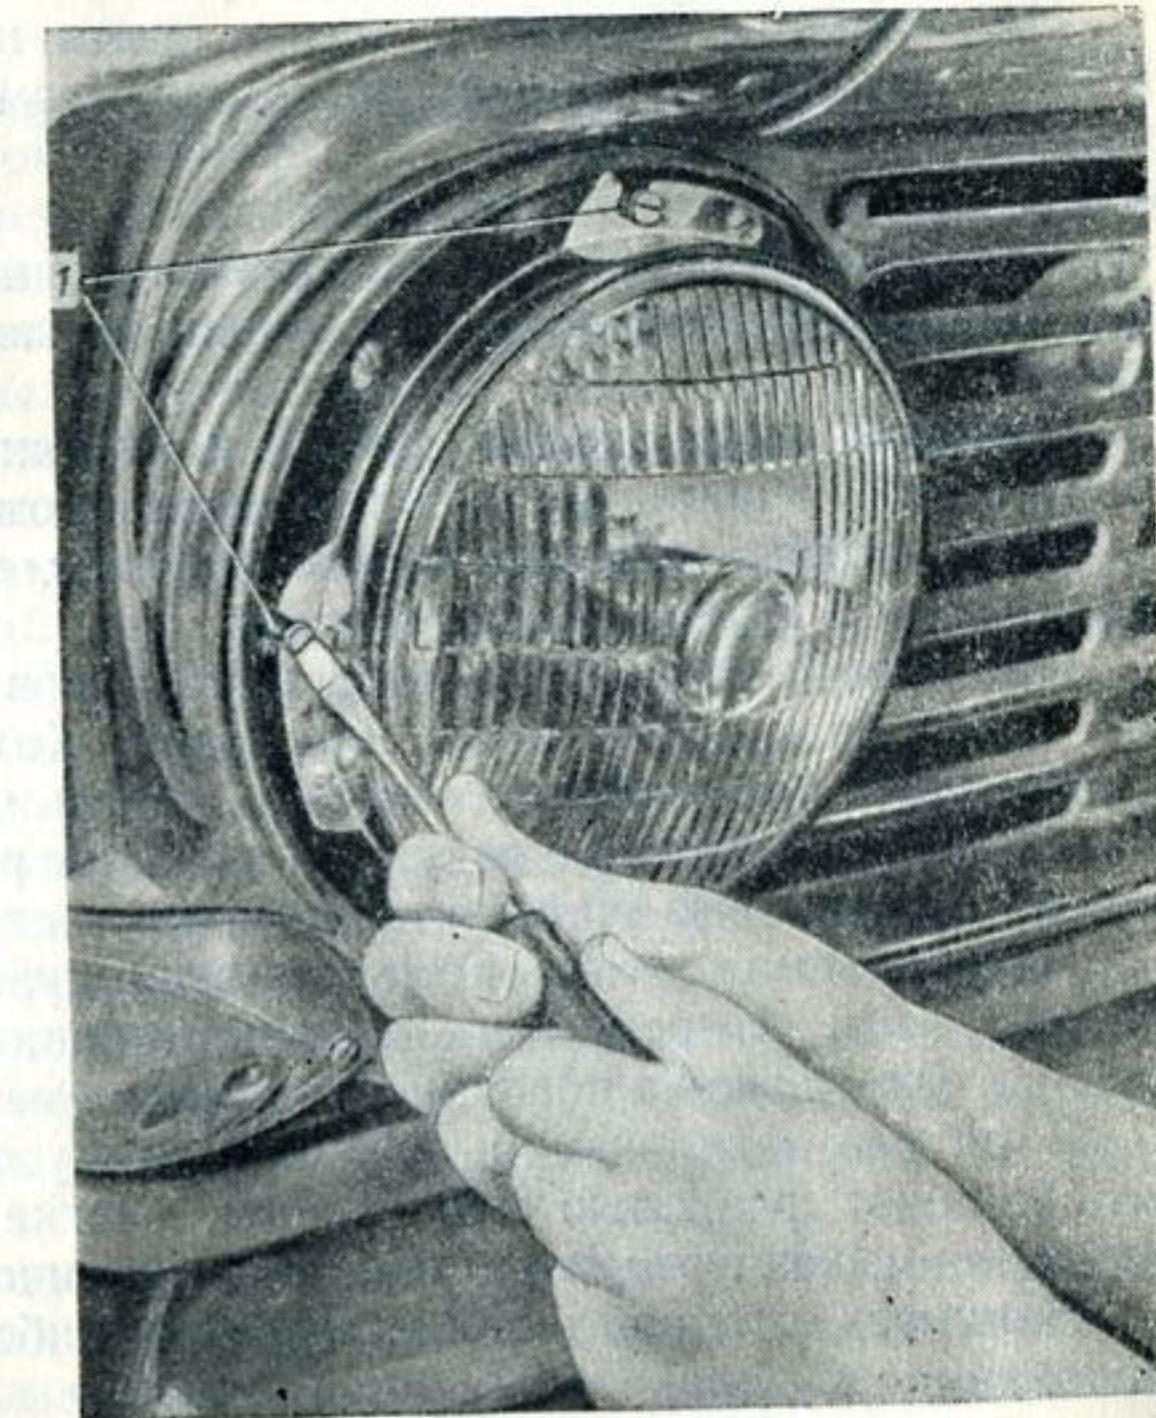

Рис. 64. Регулировка положения оптического элемента в корпусе фары:
3. Включают дальний свет и, закрыв одну фару куском темной материи, регулируют положение оптического элемента другой фары с помощью двух винтов 1 (рис. 64). При этом пучок света регулируемого элемента фары должен дать на экране овальное световое пятно, центр которого должен совпадать с точкой пересечения линии 1 (или 2) с линией 4.